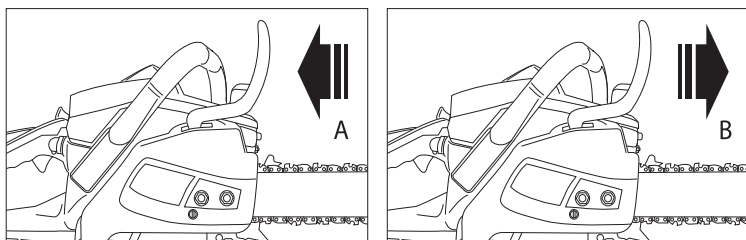

Рис. 12
1. Тормоз выключен (цепь может двигаться), когда щиток тормоза оттянут назад (А) (рис. 12).
2. Тормоз включен (цепь не может двигаться), когда щиток тормоза, направлен вперед (В). В этом случае цепь не должна двигаться по шине (рис. 12).